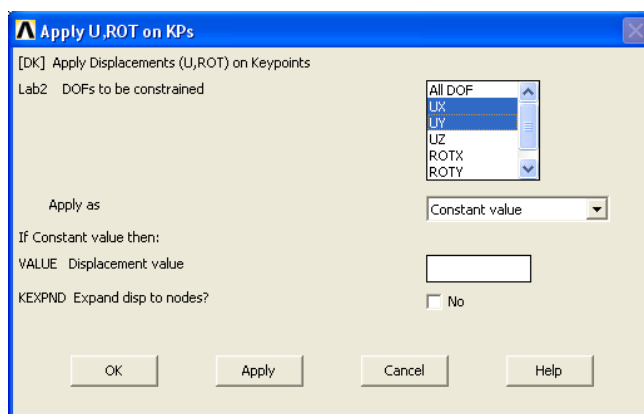

Рис. 2.7. Моделирование шарнирного закрепления
1) Закрепление модели. **PrPr** → **Loads** → **Define Loads** → **Apply** → **Structural** → **Displacement** → **On Nodes**. Выбирайте узел 4 (шарнирное закрепление) – **Apply**. В выпадающем меню выберите UX, UY (запрет перемещения вдоль выбранных осей, разрешение вращения, см. рис. 2.7).